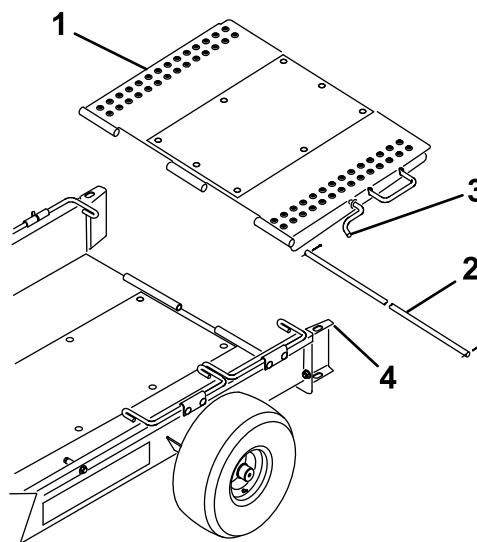

Figura 4
5. Monte a rampa do atrelado na traseira da plataforma do atrelado com a barra da dobradiça e dois contrapinos (Figura 4).
6. Incline a rampa do atrelado para cima e engate o trinco da rampa no furo na parte superior da guia da roda (Figura 4).
8. Incline a rampa do atrelado para cima e engate o trinco da rampa no furo na parte superior da guia da roda (Figura 4).